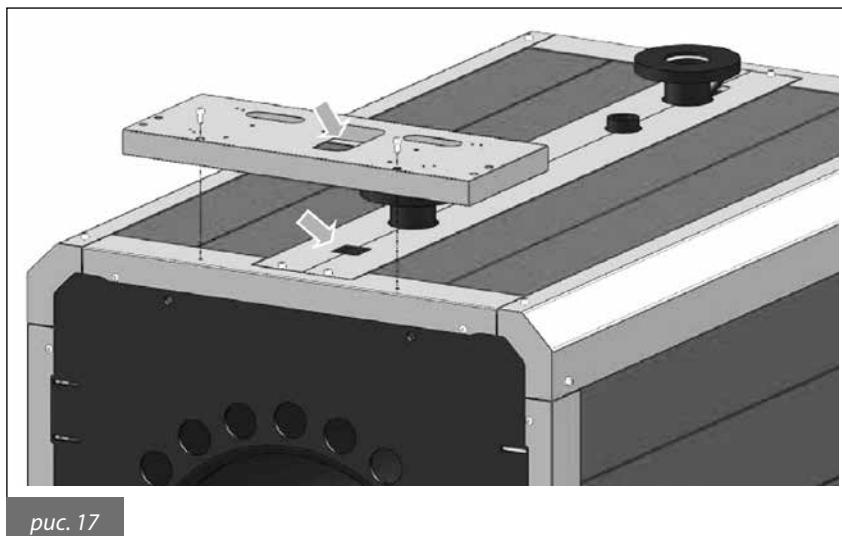

рис. 17
6) Поставляемую с котлом панель управления необходимо устанавливать на соответствующую опорную стойку, которая входит в комплект поставки. Опорная стойка фиксируется к задней поперечной стойке котла. Для прокладки кабелей используйте специальные отверстия (см. рис.17).